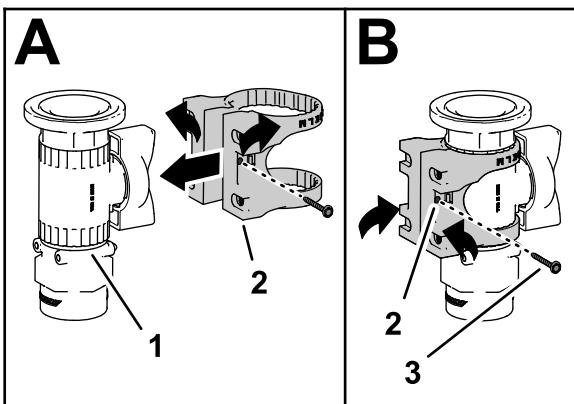

図 18
3. 図 18 の A に示すように、閉止バルブにバルブマウントを組み付ける。
4. フランジヘッドねじ#6を使って、バルブマウントを制御バルブに固定し、ねじを手締めする図 18 の B。